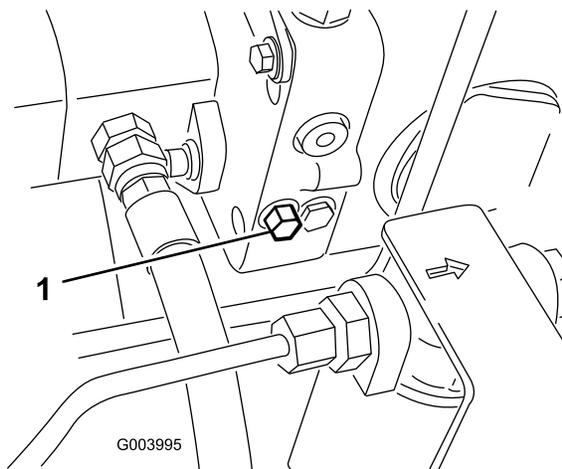

Figura 44
- La valvola di bypass è situata sul lato sinistro dell'idrostatato (Figura 44). Fate ruotare di un giro e mezzo il bullone per aprire e lasciare bypassare l'olio all'interno. Dal momento che il fluido viene bypassato, potete spostare lentamente la macchina senza danneggiare la trasmissione.